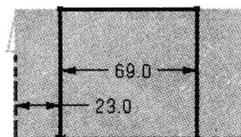

图 1.9 截面草图
② 进入草图环境，绘制图 1.9 所示的截面草图。
③ 选择下拉菜单 **任务(T) → 完成草图(F)** 命令（或单击 **完成草图** 按钮），退出草图环境。
(3) 确定拉伸开始值和终点值。在“拉伸”对话框 **限制** 区域的 **开始** 下拉列表中选择 **值** 选项，并在其下的 **距离** 文本框中输入值 0；在 **限制** 区域的 **结束** 下拉列表中选择 **值** 选项，并在其下的 **距离** 文本框中输入值 8，并单击“反向”按钮 ；在 **布尔** 区域中的下拉列表中选择 **求差**